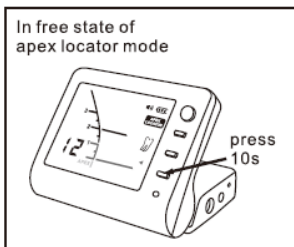

図26
- アベックスロケーターモードの待機状態で、セットボタンを約10秒間押すと、図26のようなLCD表示となり、機器がテスト状態に入ったことを示します。